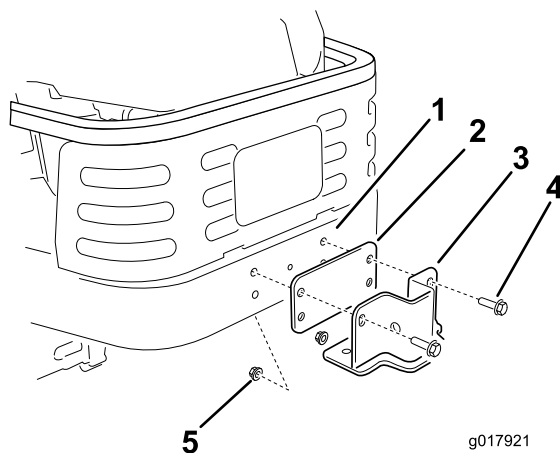

Figura 3
1. Localice la placa espaciadora y el soporte del bastidor del ensacador entre las piezas sueltas. Instale la placa y el soporte en el bastidor de la máquina según se muestra en Figura 3. Sujete la placa y el soporte al